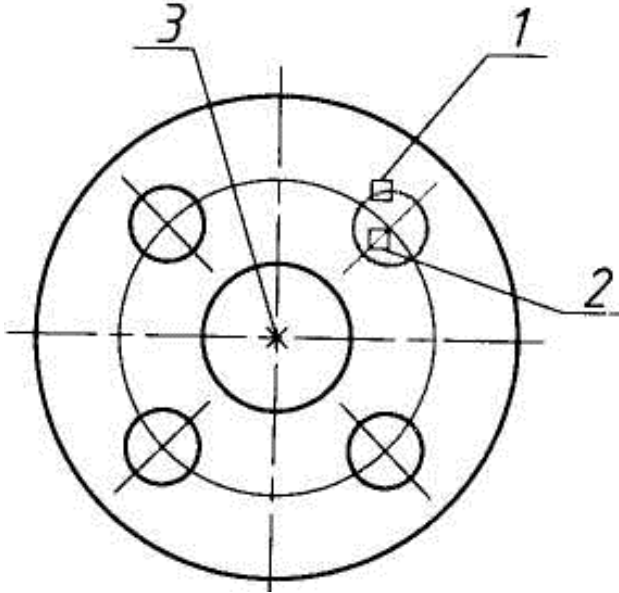

Рисунок 1.6
Побудова здійснюється аналогічним чином (рис. 1.6). Спочатку креслиться вихідний об'єкт — коло (1) (команда CIRCLE) та осьова лінія кола (2) (команда XLINE). Кожний об'єкт виконується у своєму шарі.